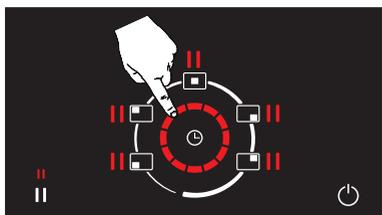

Figure 42
La fonction démarrage / arrêt est désactivée en traçant un cercle sur le curseur rotatif immédiatement après avoir appuyé une fois sur la touche (II) démarrer/ arrêter. (Voir Fig. 42)